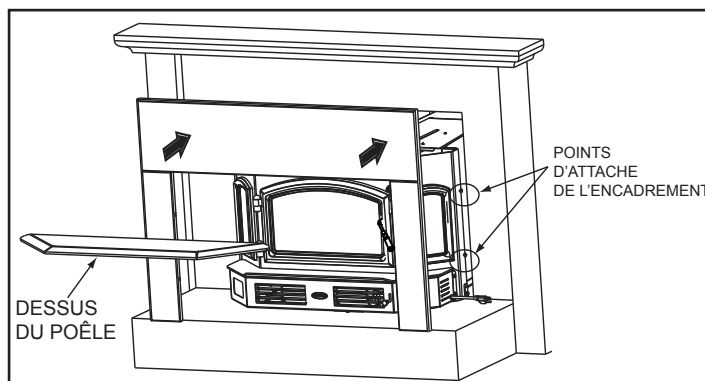

Figure 18.5
6. Installez l'encadrement et les garnitures sur la coque extérieure. Placez le crochet dans les côtés de l'encadrement, sur ses vis de fixation, 2 de chaque côté. **Figure 18.5.**